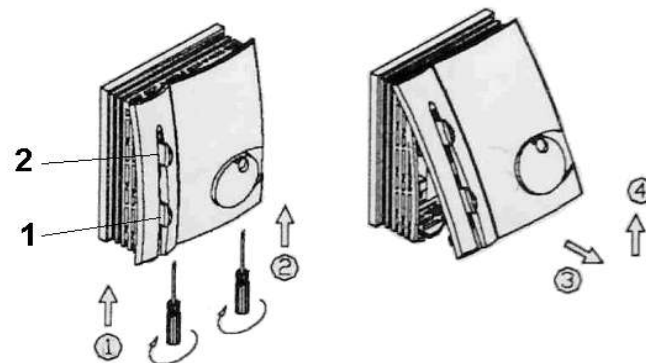

Рис. 6
4.4 Управление завесами осуществляется с выносного пульта (рис.6-7), имеющего два скользящих переключателя и один вращающийся. Первый переключатель 1 (рис. 6) имеет три положения: среднее положение - отключение завесы, нижнее положение - включение завесы в режим нагрева на 50% мощности, верхнее положение - включение завесы в режим нагрева на 100% мощности.
- Разобрать пульт, отвинтив два винта и отведя лицевую панель вверх (в последовательности как показано на рис. 6).